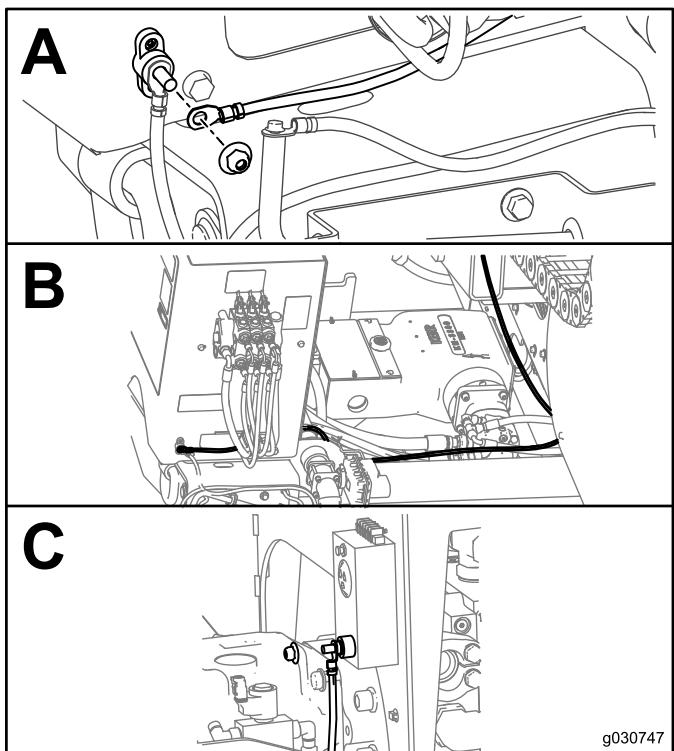

Рисунок 8
- Подсоедините кабель обнаружения замыкания к соединительной коробке при помощи одной фланцевой гайки (3/8 дюйма), как показано на виде А на Рисунок 8.
- Проложите кабель обнаружения замыкания, как показано на виде В на Рисунок 8.
- Подсоедините кабель обнаружения замыкания к машине с помощью одной фланцевой гайки (3/8 дюйма), как показано на виде С на Рисунок 8.